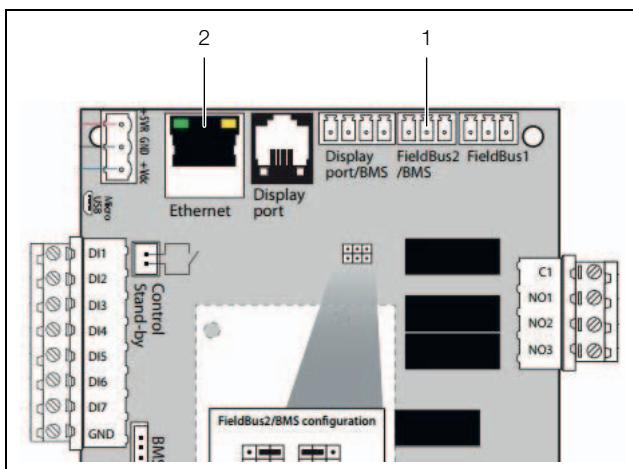

Fig. 10: Collegamenti
- Utilizzare la porta «FieldBus2» della scheda (fig. 10, pos. 1), per collegare l'apparecchio a un dispositivo di monitoraggio
- Utilizzare la porta «Ethernet» della scheda (fig. 10, pos. 2), per collegare l'apparecchio e monitorarlo tramite pagine web.